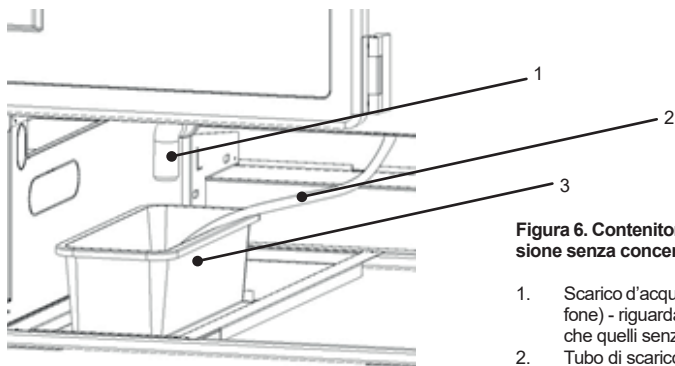

Figura 6. Contenitore per l'acqua di condensa (versione senza concentratore)
9. Collocare il contenitore per l'acqua condensa sulla base del dispositivo, come è stato illustrato nella Figura 6 (p. 6) o 7 (p. 6).
Se il dispositivo non ha funzione di evaporazione automatica del condensato occorre rimuovere il condensato dal contenitore quando è completamente pieno come indicato nella Figura 6 (p. 7). La quantità del condensato da rimuovere e la frequenza di tale azione dipendono dalle condizioni di esecuzione del dispositivo (tra le altre, dall'umidità dell'aria, dalla frequenza di apertura della porta, dalla quantità e dalla temperatura dei prodotti conservati).